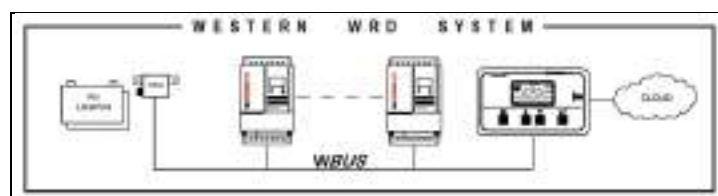

Abb. 3 Referenzschema des WESTERN WRD SYSTEM
- 2) *Warten Sie (~30 Sekunden), bis auf dem Display die Animation im Icon der Batterie verschwindet (Abb. 3 - Anzeige Ladestrom)*